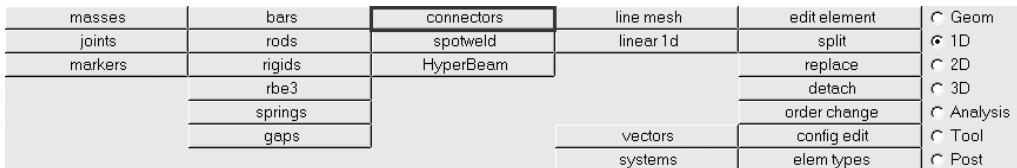

图 7-85 选择 connectors 面板
(1) 进入 1D 选项卡，选择 connectors 面板，如图 7-85 所示。